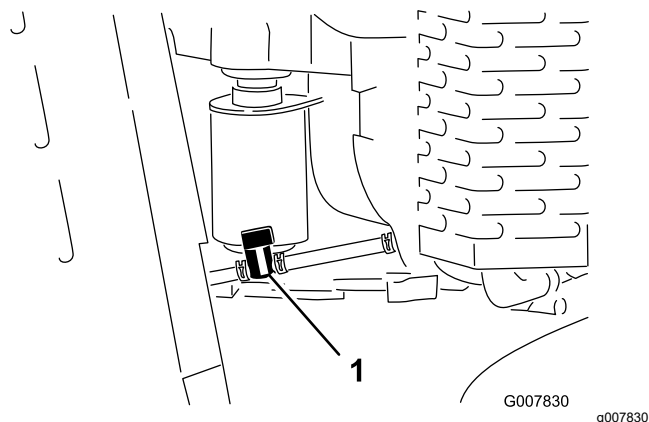

Figure 38
3. Tournez le robinet d'arrivée de carburant en position fermée (Figure 38).
4. Pincez les extrémités du collier de flexible du côté moteur du robinet et poussez-le vers le haut de la conduite d'alimentation, dans la direction opposée au robinet (Figure 38).
5. Débranchez la conduite d'alimentation du robinet (Figure 38).
7. Tournez le robinet d'arrivée de carburant en position ouverte (Figure 38).
3. Tournez le robinet de vidange en position fermée (Figure 38).